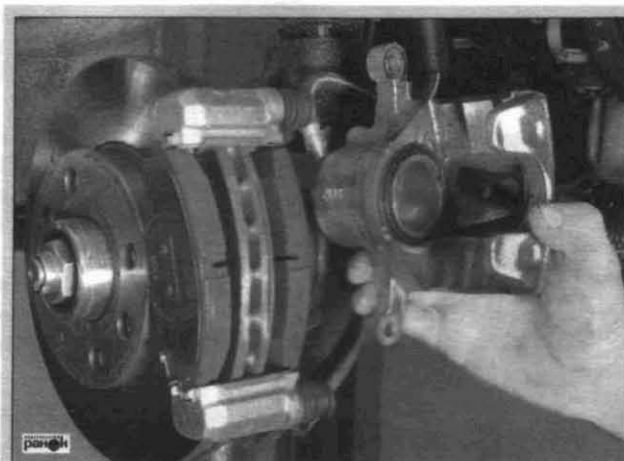

Рис. 1.24. Извлечение тормозных колодок
- отвести подвижную скобу и, поддев отверткой, извлечь тормозные колодки (рис. 1.24);